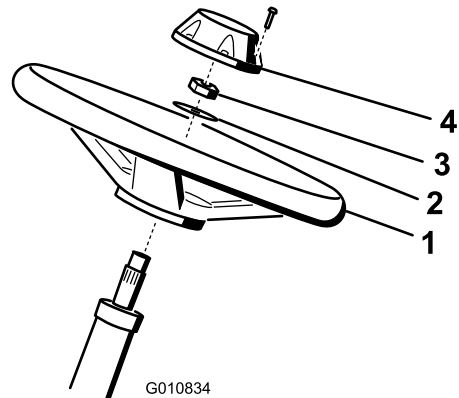

图4
1. 将方向盘滑入转向轴 (图4)。
2. 将垫圈滑入转向轴 (图4)。
3. 使用锁紧螺母将方向盘固定到转向轴上、旋紧至 27~35N·m (图4)。
4. 将中心盖安装到方向盘上, 并用螺丝固定 (图4)。